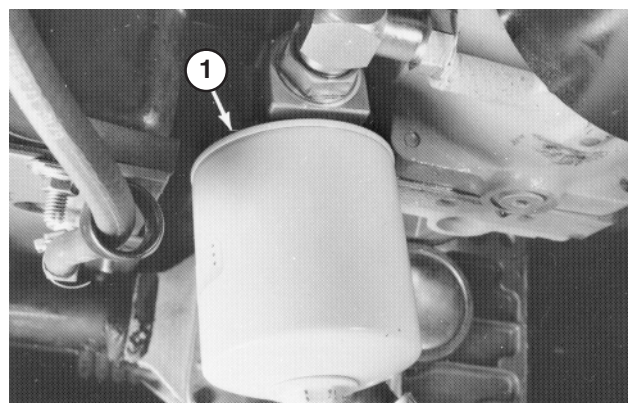

Figure 72
1. Nettoyez la surface de montage du filtre à huile hydraulique. Enlevez le filtre de la base (Fig. 72) et nettoyez la surface de montage du filtre.